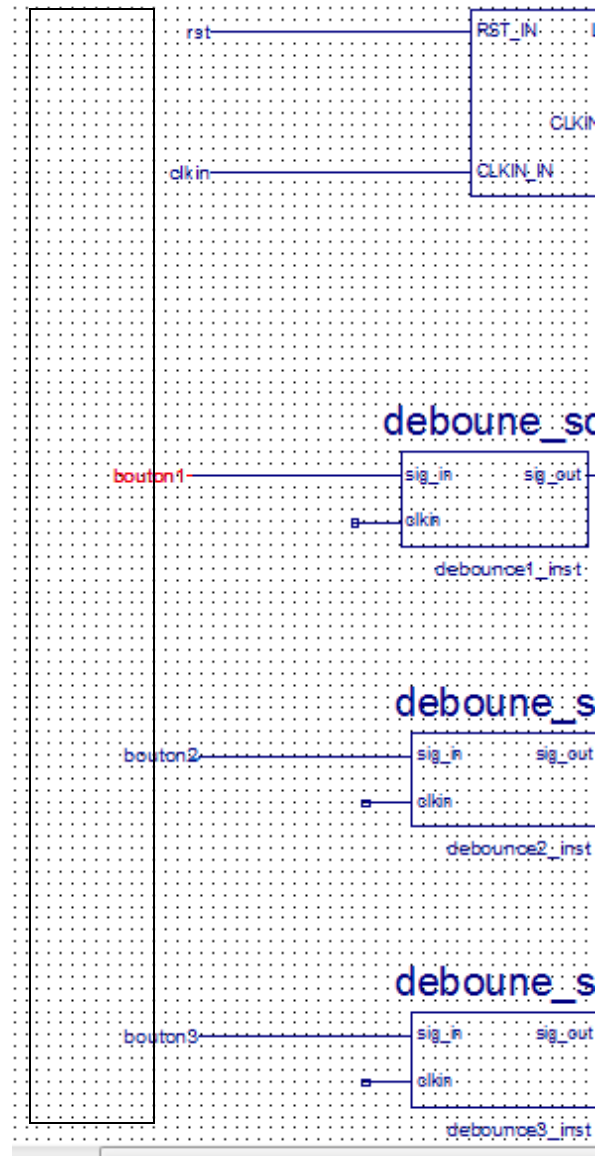

Figure 30. Création des étiquettes d'entrées à l'aide de la fonction Add I/O Markers et de la souris.
5. Répéter les étapes 2, 3 et 4 pour les noms de fils clkin, bouton1, bouton2 et bouton3, comme illustré sur la Figure 30.
7. Cliquez dans en haut à gauche du fil nommé rst et glisser la souris de haut en bas en maintenant le bouton de la souris enfoncé pour sélectionné les cinq fils ainsi que leur noms, comme illustré sur la Figure 30.